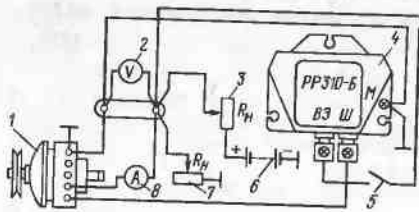

Рис. 177. Схема соединений для проверки реле-регулятора на стенде:
**Проверка и регулировка регулятора напряжения на стенде.** Необходимо установить регулятор в рабочее положение и подсоединить выводы измерительных приборов, как показано на рис. 177, довести частоту вращения ротора генератора до 4300 мин-1 и, поддерживая работу генератора в данном режиме, установить реостатом ток нагрузки генератора 10 А.